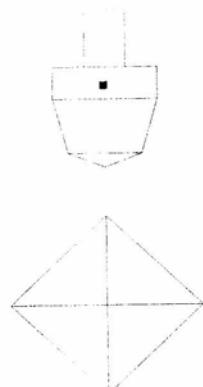

图8
- 5.2.3 在压头的外圆处有个红点标记，如压头卸下重新装上时，红点应对准正前方，压痕对角线交点和红点成一线，通过目镜中的十字线与压痕对角线进行比对，观察到的压痕与十字线偏斜了，请松开压头螺钉，转动压头，再旋紧螺钉，再次进行比对，直到满意(图8)。